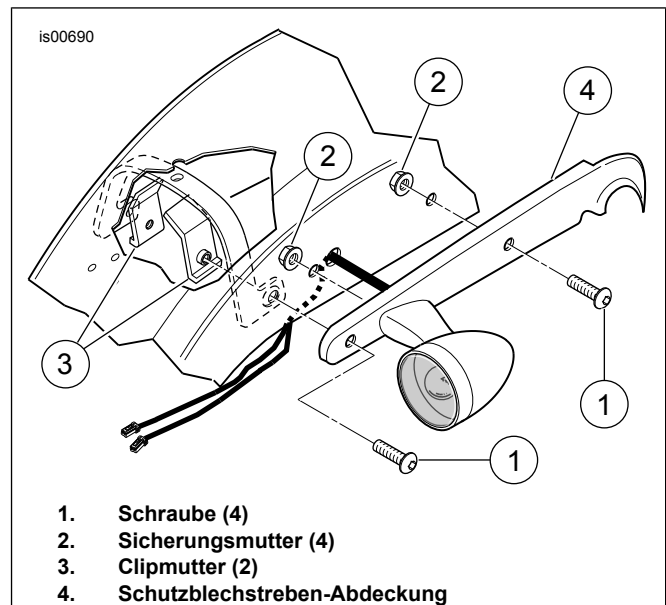

Abbildung 1. Ausbau der Hinterradschutzblechstütze
3. Siehe Abbildung 1. Die vorderen und hinteren Halbrundkopfschrauben (1), zwei Sicherungsmuttern (2) und Clipmutter (3) unter dem Schutzblech von der linken und rechten Hinterradschutzblechstreben-Abdeckungen (4) entfernen und entsorgen.